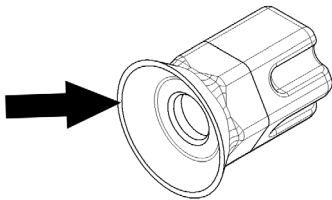

Bild 13
**2** Monatlich: Sicherstellen, dass die Dichtung des Sechskantanschlusses nicht abgenutzt ist. Falls dies der Fall sein sollte, mit Originalersatzteilen vom Hersteller austauschen (Bild 13).